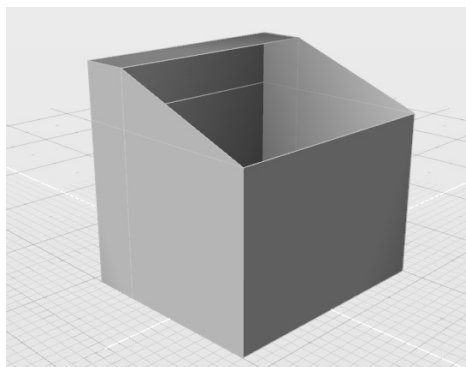

图 6-52 创建另一侧的三角补面
7) 按照类似的方法绘制另外一侧的三角补面，如图 6-52 所示。